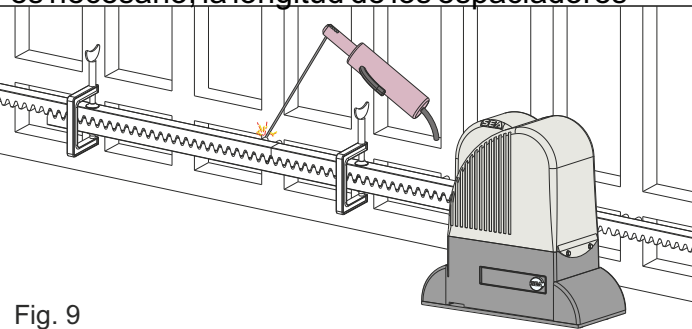

Fig. 9
5.4. Comprobar que todos los elementos de la cremallera estén perfectamente alineados y colocados correctamente (dentado en fase). Es aconsejable oponer un tercer elemento a dos elementos sucesivos como se indica en la Fig. 9;